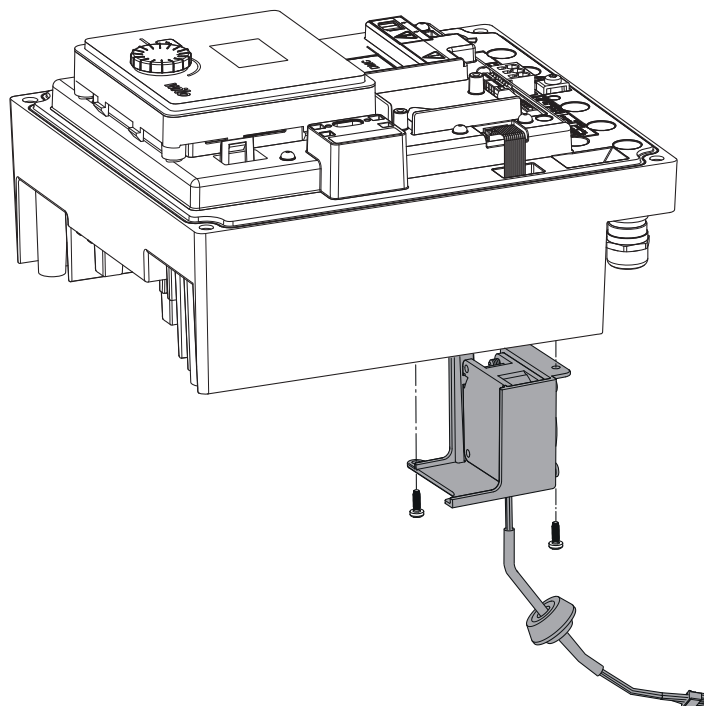

Fig. 45: Odstranitev ventilatorja modula, vključno s kablom in gumijastim tesnilom
- Odprite pokrov elektronskega modula. (Fig. 45).